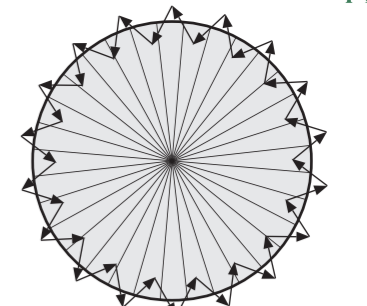

FIG. 20
- 4.2.2.4 Après la période de réchauffement, allez de l'extérieur à travers le modèle de détection jusqu'à ce que la diode électroluminescente « LED » s'allume pendant environ. 2 secondes (voir la FIG. 20).